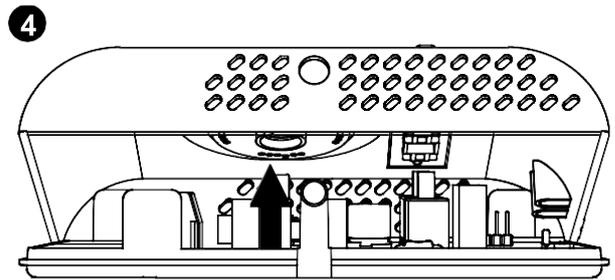

Fig. 5
- ❹ Tourner le couvercle en exerçant une légère pression jusqu'à l'extraire complètement (Fig. 5).